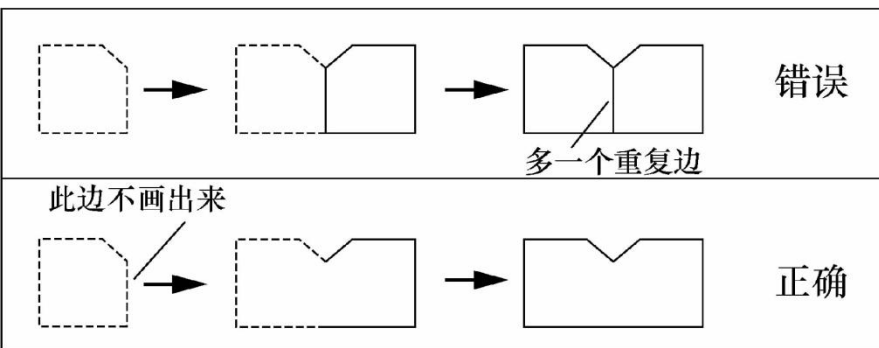

图 3-19 镜像重叠的问题
(1) 当镜像线与图形的一边重叠时, 切记不要选该边做镜像, 否则会导致该边重复多画一条线, 如图 3-19 所示。